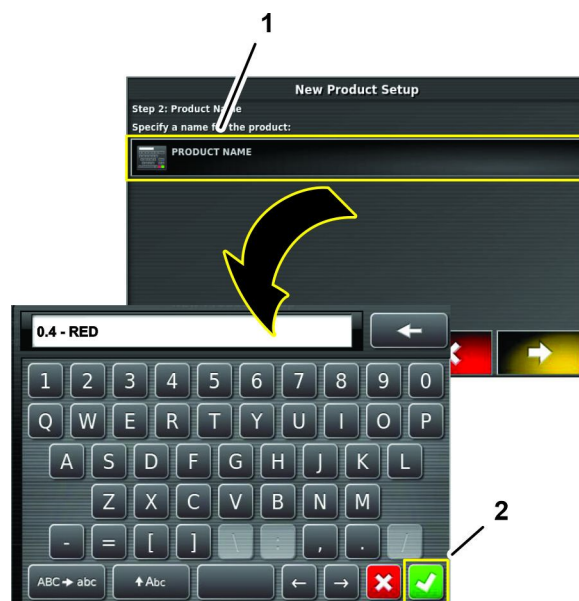

図 118
7. 製品名 アイコンを押し、画面内キーボードから薬剤名を入力し、承認アイコンを押す 図 118。